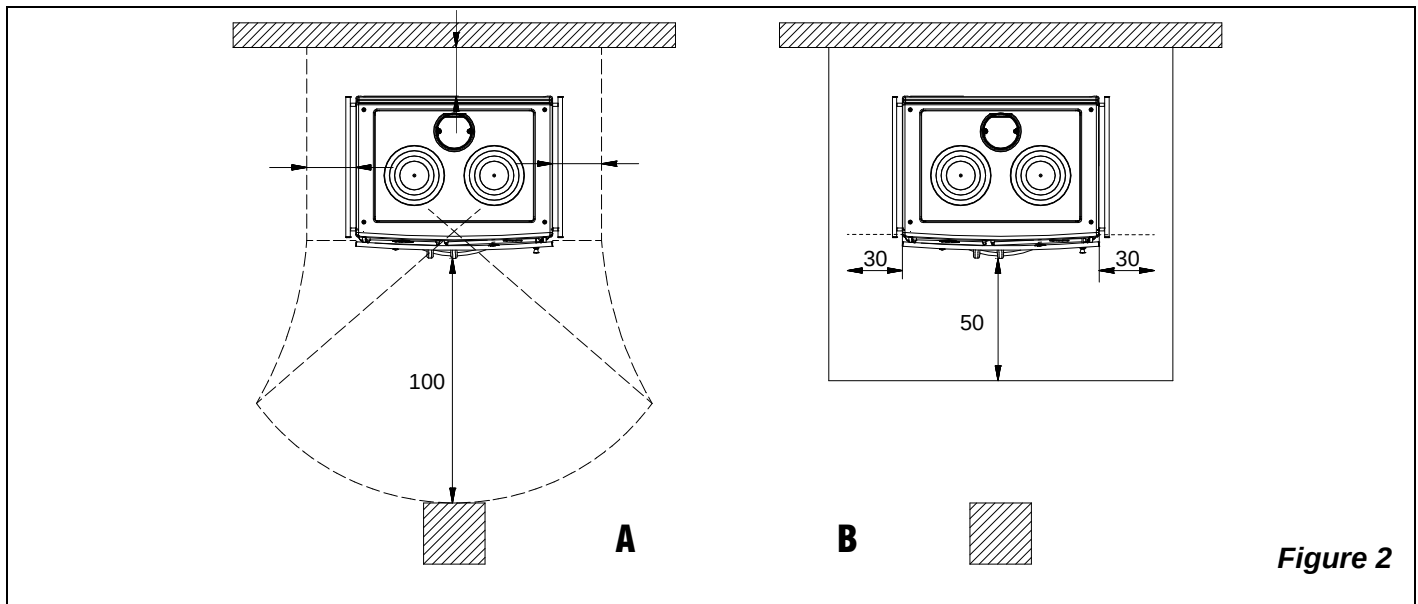

Figure 2
- a) pour assurer une isolation thermique suffisante, respecter la distance minimale de sécurité entre le poêle et les éléments de construction et objets inflammables et sensibles à la chaleur (meubles, revêtements en bois, tissus, etc.) (voir Figure 2). **Toutes les distances minimales de sécurité sont indiquées dans l'étiquette du produit et on il NE FAUT PAS descendre au-dessous des valeurs indiquées.**
- c) si le produit est installée sur un sol de matériau inflammable, prévoir une base ignifuge. **Les sols composés par matériaux inflammables**, comme moquette, parquet ou liège etc., **doivent être remplacés** par une couche de matériel pas inflammable, par exemple céramique, pierre, vitre ou acier etc.. (dimensions selon les dispositions régionales). Le fond doit dépasser frontalement d'au moins **50cm** et latéralement d'au moins **30cm** au-delà de l'ouverture de la porte de charge (Figure 2 Pos. **B**).